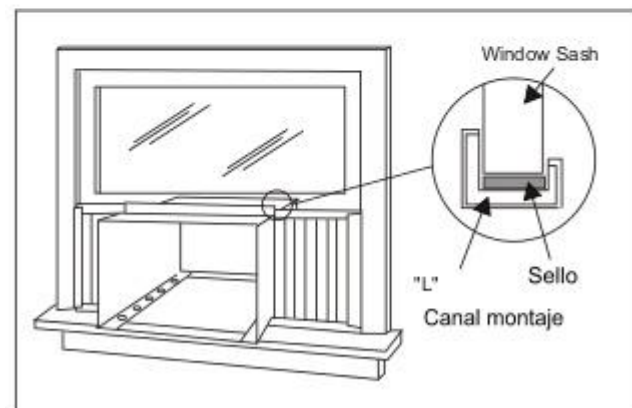

Fig. 11
B. Asegúrese que la canaleta en "L" se coloque delante de la hoja. La canaleta inferior de la caja se debe colocar en la pista prevista en el soporte. Tire de la ventana hasta que descansa en la primera línea del canal "L" . Ver (Fig. 11).